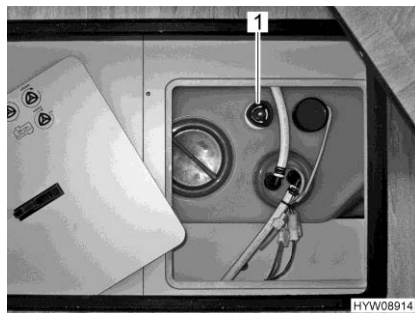

Fig. 170 Maniglia girevole (serbatoio dell'acqua)
- Sul serbatoio dell'acqua, ruotare la maniglia girevole (Fig. 170,1) in senso orario fino all'arresto.
- Sul serbatoio dell'acqua, ruotare la maniglia girevole (Fig. 170,1) in senso antiorario fino all'arresto. L'acqua fuoriesce fino a ca. 20 litri.
- Sul serbatoio dell'acqua ruotare la maniglia girevole (Fig. 170,1) in senso antiorario, oltre la resistenza verso l'esterno fino all'arresto, per aprire completamente l'apertura di scarico.